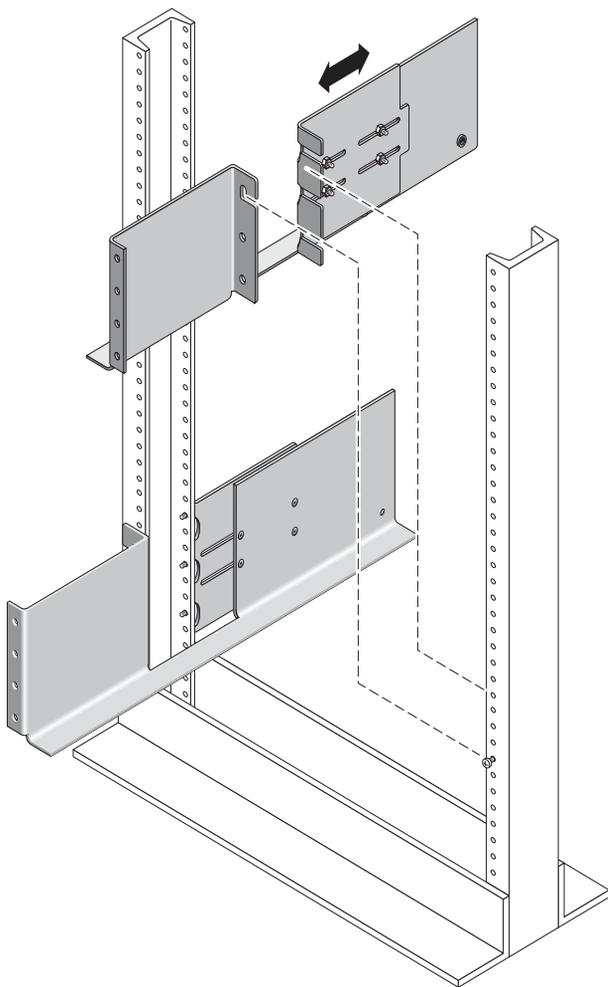

図 C-2 前後のねじへのラック搭載用レールの取り付け
3. 左側のラック搭載用レールのスロットを、左側のポストの前後のねじに合わせ、レールがねじにぶらさがるまでレールを下に押し下ろします (図 C-2)。右側のレールも同様に取付けます。